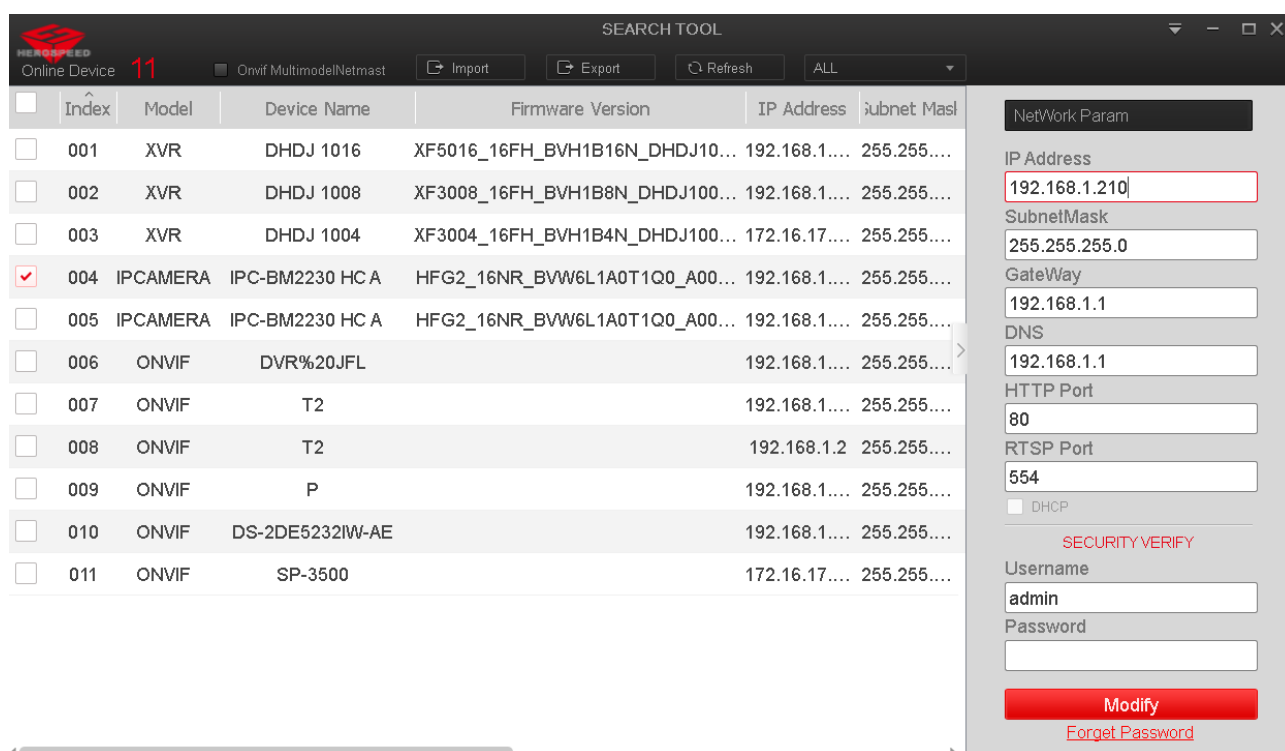

Figura 3.2: Modificar endereço IP
- Use o IP Search Tools para encontrar e listar automaticamente as câmeras conectadas a rede Local, como mostrado na Figura 3.2.